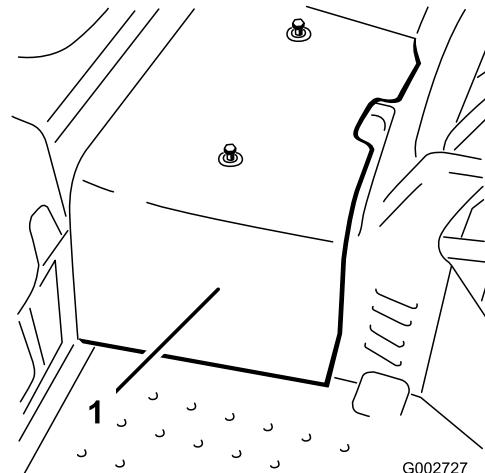

Bild 31
2. Nehmen Sie die zwei Schrauben ab, mit denen die mittlere Haube an der Maschine befestigt ist, und nehmen Sie die Haube ab (Bild 31).